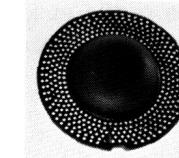

Fig 16
29. **Das Flammenverteilersieb** (Fig 16) verteilt das aus den Düsen strömende Gas.
- Le treillis-distributeur** (Fig 16) répartit le gaz provenant des gicleurs.
- I coperchi distributori** (Fig 16) distribuiscono il gas affluente dagli iniettori.